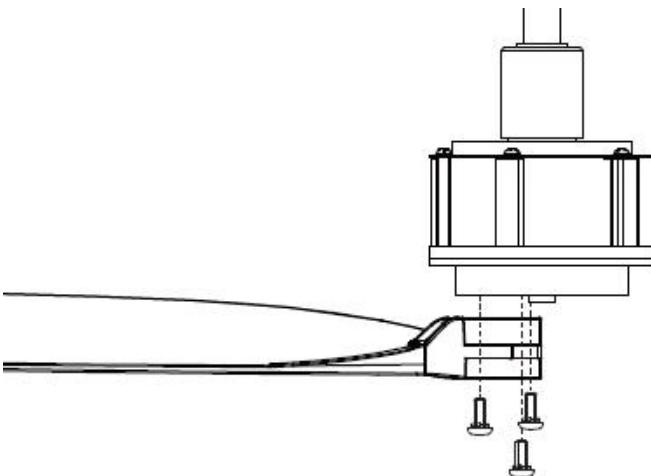

Fig. 7
- Befestigen Sie das Rotorblatt durch Anziehen der 3 Rotorblattschrauben am Motor. Abb. 7